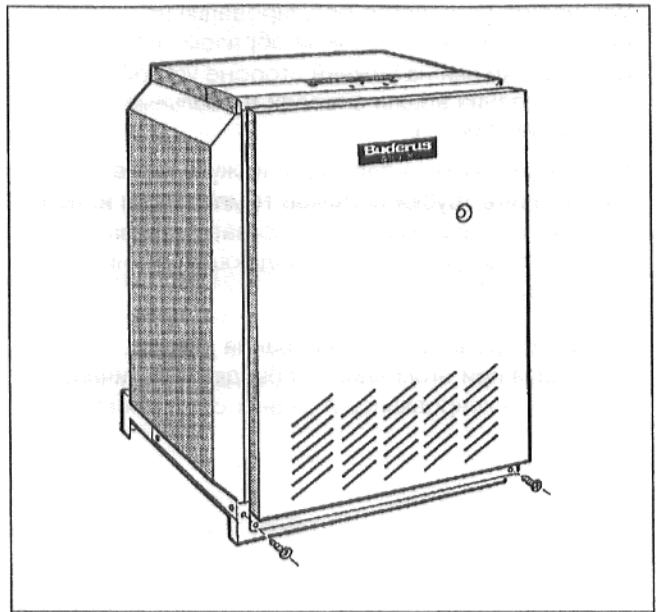

Рис. 4: Снять переднюю крышку котла
- Вывинтить предохранительные винты внизу в передней стенке котла (Рис. 4).
- Приподнять переднюю стенку котла и снять ее, подав вперед (Рис. 4).